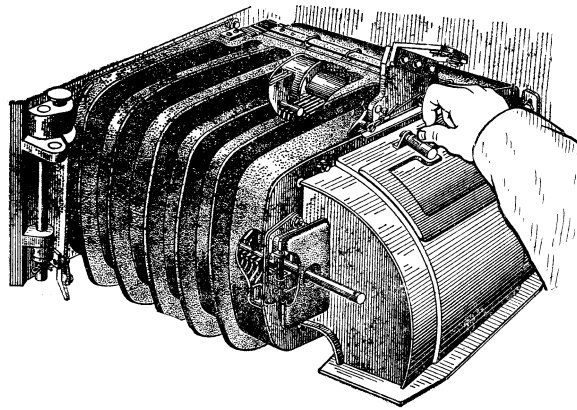

Рис. 10. Зняття кришки горловини гвинтового рукаву системи живлення гармати 2А42
- знімає чохла з гвинтового рукаву та гнучкого елемента системи живлення, знімає кришку горловини гвинтового рукаву (рис. 10) та вкладає її всередині машини у гільзоланкозбірник;